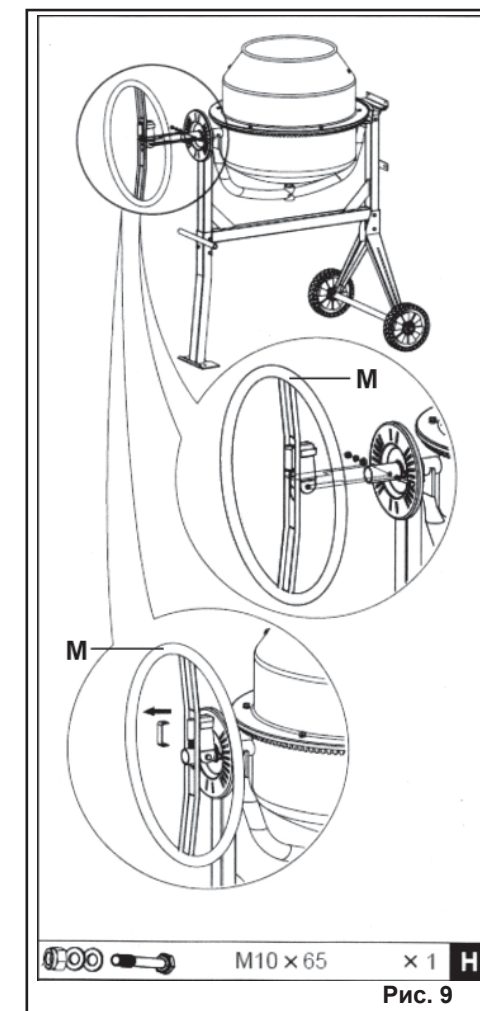

Рис. 9
6.8. Установите штурвал (М) на ступицу скобы, как показано на Рис. 9. Демонтируйте скобу удерживающую пружину в сжатом состоянии и закрепите штурвал (М) на ступице используя комплект крепежа из пакета H.